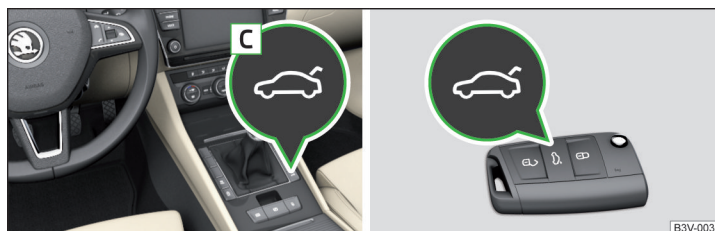

Abb. 44 Taste für die Klappenbedienug / Taste auf dem Schlüssel
- Durch das Drücken der Taste **C** » Abb. 44.
Beim Öffnen bzw. Schließen der Klappe mittels der Symboltaste  auf dem Schlüssel oder der Taste **C** » Abb. 44 ertönen akustische Signale.